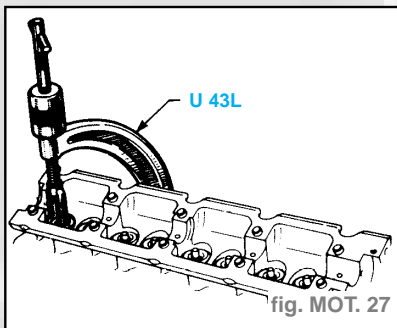

fig. MOT. 27
- Déposer les soupapes, comprimer les ressorts de soupapes avec l'outil **Facom U 43L** (fig. MOT. 27).